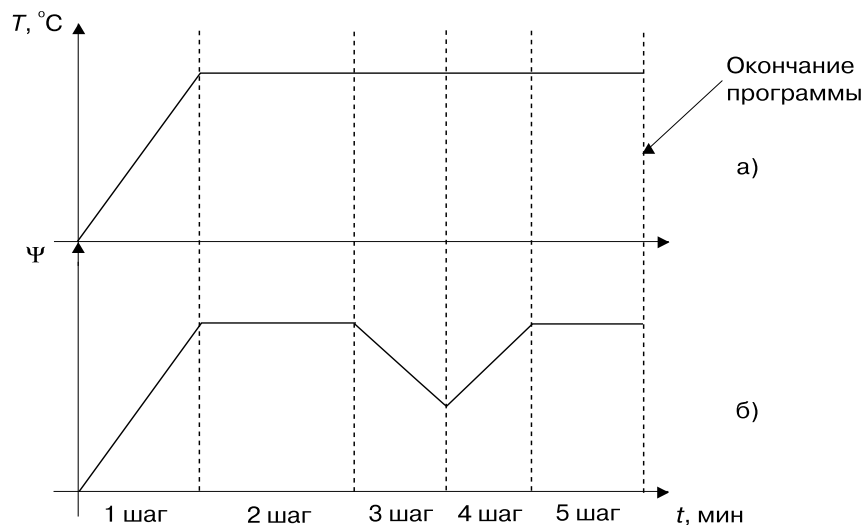

Рис. 35. Определение общего числа шагов в программе: а) – программа 1-го регулятора; б) – программа 2-го регулятора
**Пример 2.** На *рис. 35* представлены графики температурного и влажностного режимов, контролируемых двумя регуляторами: требуемое число шагов при поддержании температуры – 2, влажности – 5. Следовательно, программа должна содержать 5 шагов, и при программировании параметров для регулятора температуры необходимо задать последние 4 шага с одинаковыми уставками.